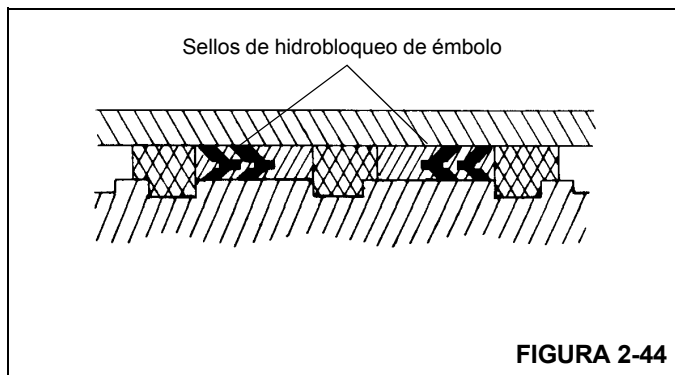

FIGURA 2-44
9. Instale los sellos de hidrobloqueo en el émbolo (Figura 2-44).